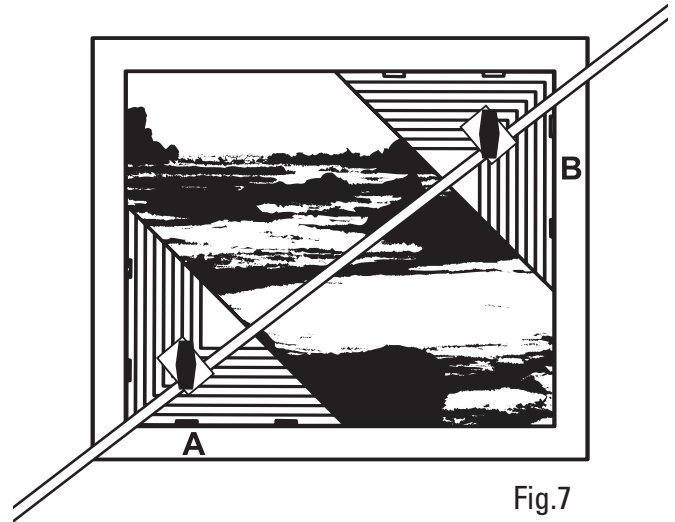

Fig.7
Étape 1 – Desserrez les molettes de réglage des deux triangles d'alignement et glissez le triangle A dans l'angle inférieur gauche de l'image à encadrer, puis serrez la molette. (Fig. 7)
Schritt 1 - Lösen Sie die Einstellknöpfe an beiden Ausrichtungsdreiecken, schieben Sie Dreieck A in die linke untere Ecke des zu rahmenden Bildes und ziehen Sie den Knopf fest. (Abb. 7)
Procedura 1 - allentare le manopole di regolazione su entrambi i triangoli di allineamento e far scorrere il triangolo A nell'angolo inferiore sinistro della fotografia da incorniciare, quindi serrare la manopola (Fig. 7).
Paso 1: afloje los botones de ajuste en ambos triángulos de alineación y deslice el Triángulo A hacia la esquina inferior izquierda de la imagen que se enmarcará y ajuste el botón. (Fig. 7)